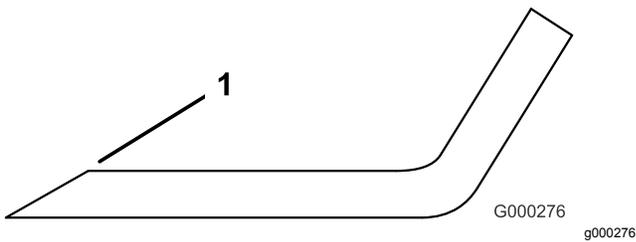

Bild 126
3. Prüfen Sie die Schnittkanten aller Messer und schärfen die Kanten, wenn sie stumpf sind oder Kerben haben (Bild 126).
Hinweis: Schärfen Sie nur die Oberseite der Schnittkante und behalten Sie den ursprünglichen Schnittwinkel bei, um die Schärfe des Messers zu gewährleisten (Bild 126). Das Schnittmesser bleibt ausgewuchtet, wenn von beiden Schnittkanten die gleiche Materialmenge entfernt wird.